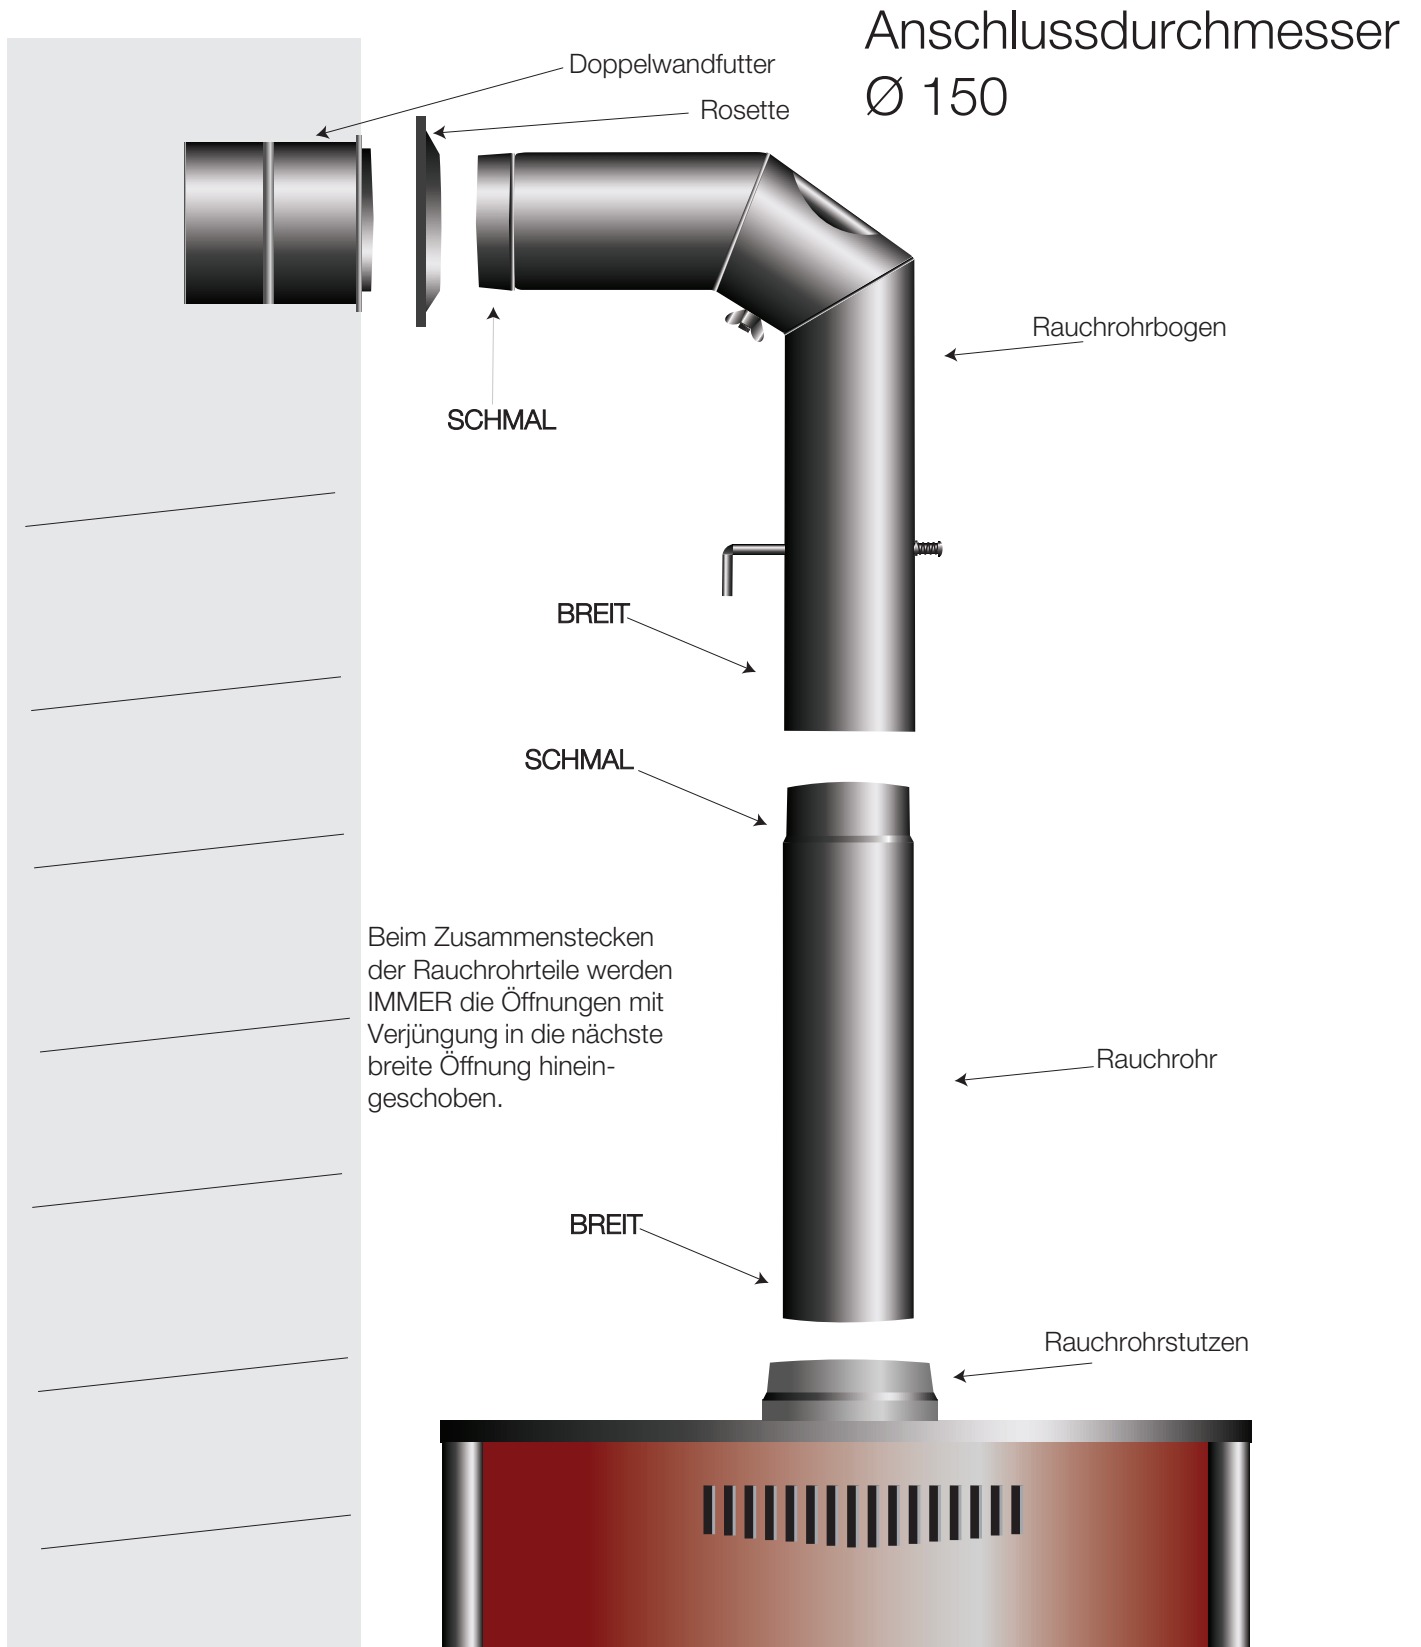

Abbildung 5 Anschluss des Rauchrohrs
6. Abbildung 5 Anschluss des Kaminofens an den Schornstein	Seite 7